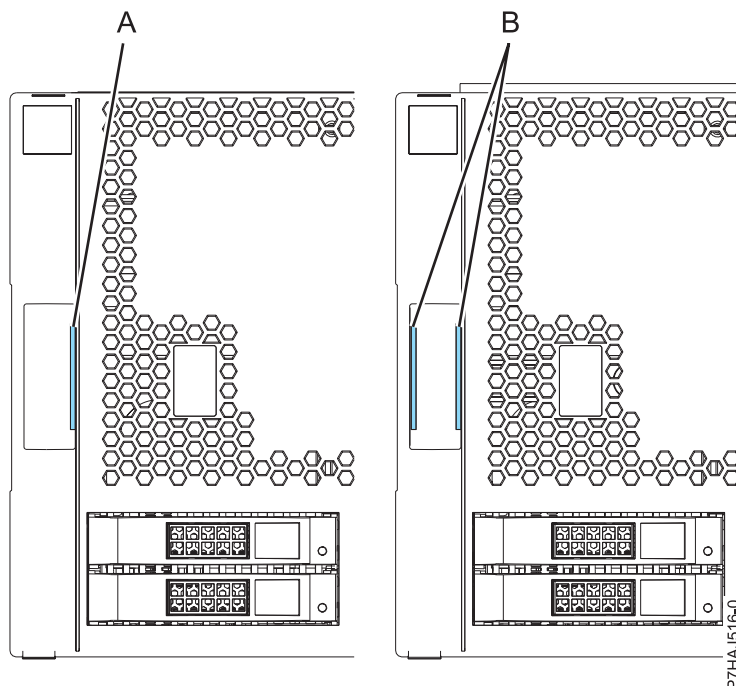

Abbildung 5. Ältere und neuere Abdeckungen identifizieren
Anmerkung: Die älteren Abdeckungen, die vor dem 1. März 2011 geliefert wurden, lassen sich anhand eines einzelnen blauen Streifens (A) an den Abdeckungsverriegelungen erkennen. Die neuen Abdeckungen, die nach dem 1. März 2011 geliefert wurden, verfügen über zwei blaue Streifen (B) an den Abdeckungsverriegelungen. Siehe Abb. 5.